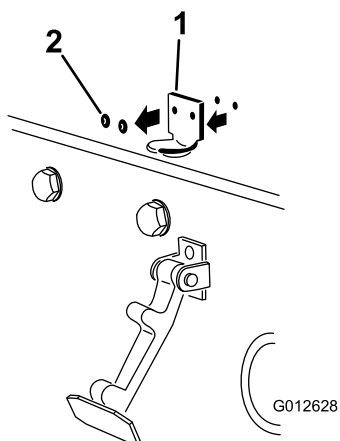

Рисунок 5
2. Выверните два болта, которые крепят кронштейн защелки капота к капоту (**Рисунок 5**).
Примечание: Стопорный кронштейн должен быть прижат к капоту (**Рисунок 5**). Не снимайте болт с гайкой в сборе с рычага стопорного кронштейна.